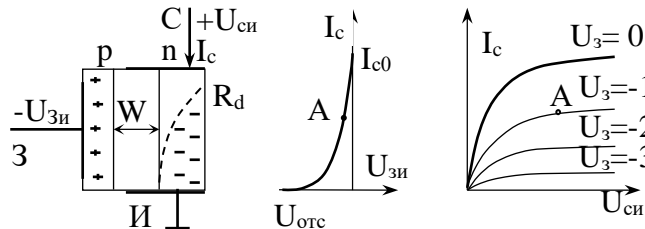

Рис. 4.10. Полевой транзистор с переходом, Стокозатворные и стоковые характеристики
**Полевые транзисторы с управляющим  $p-n$  переходом.** Конструкция полевого транзистора с переходом и каналом  $n$  типа (рис. 4.10) содержит два слоя полупроводника различной проводимости, образующие  $p-n$  - переход. Выводы стока и истока подключены только к одной области, например, к области  $n$ , в которой появляется токопроводящий канал. Вывод затвора подключен к области  $p$ .